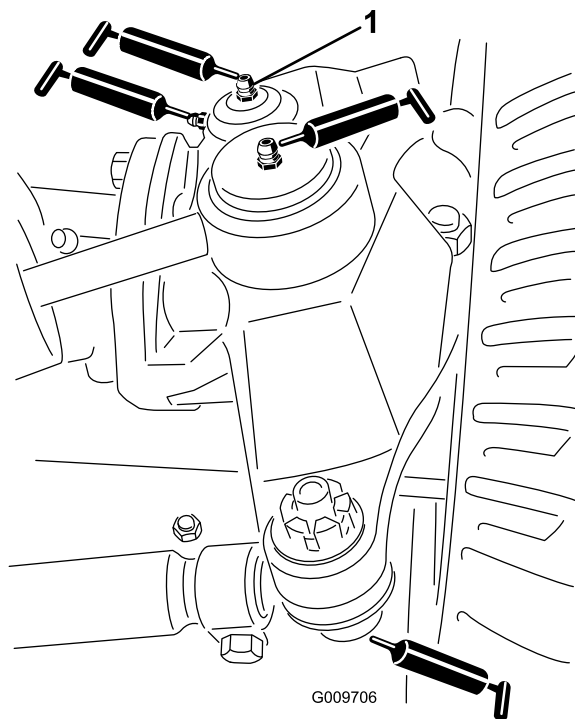

図 38
- 図 38に示す、ステアリングシリンダのボールジョイント 2ヶ所
- 図 38に示す、タイロッドのボールジョイント 2ヶ所
- 図 38に示す、キングピンのブッシュ2ヶ所